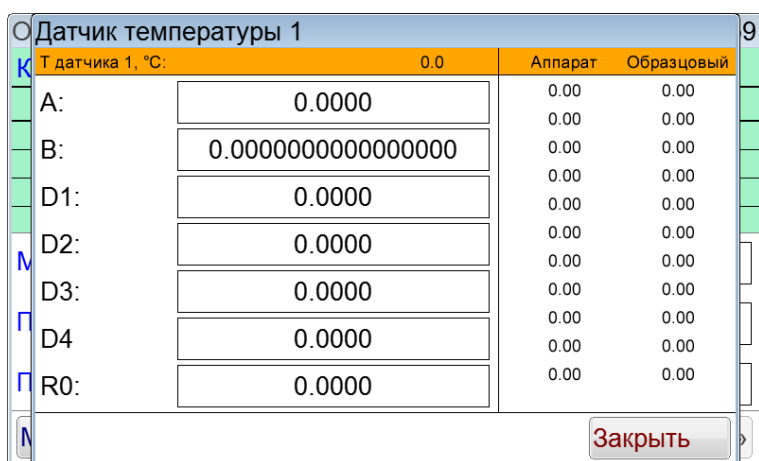

Рисунок 36 – Калибровка по генетическому алгоритму для 1-го кольца
- 8) Выбрать пункт меню «Калибровка по ГА 1 канал». Передать значения зафиксированные на аппарате и образцовом измерителе температуры на предприятие-изготовитель для получения коэффициентов A, B, D1, D2, D3, D4 и R0 для кольца №1 (см. рисунок 36).